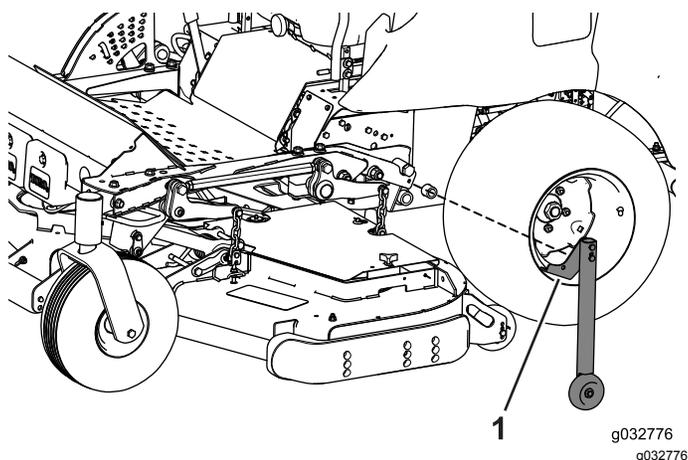

Figura 129
- Rimuovete i rulli di conversione che si trovano su ciascun lato del telaio estivo (Figura 129).